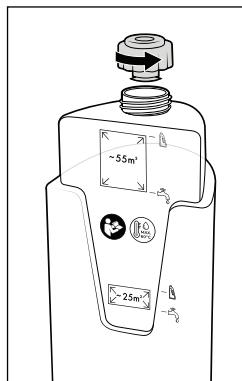

Fig. 7
- ♦ Vend brugsvandsbeholderen ⑪ om, og skru låget af (se fig. 7).